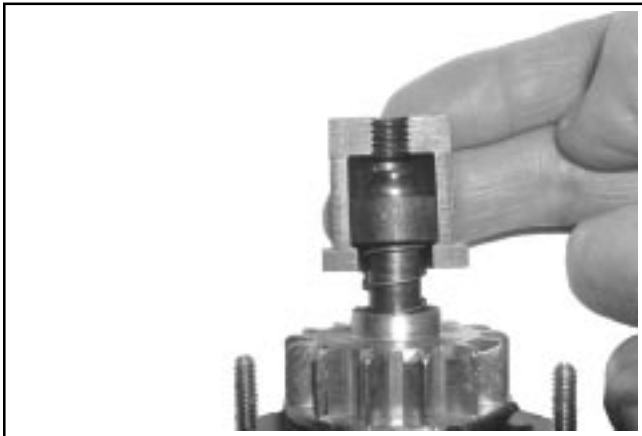

Figure 7-15. Montage de la plus grande moitié autour de la coupelle du ressort.
5. Assembler les moitiés intérieures en plaçant la cavité la plus grande autour de la coupelle du ressort (voir la Figure 7-15). Glisser le collier sur les moitiés et visser la vis centrale jusqu'à ce qu'une résistance se fasse sentir.